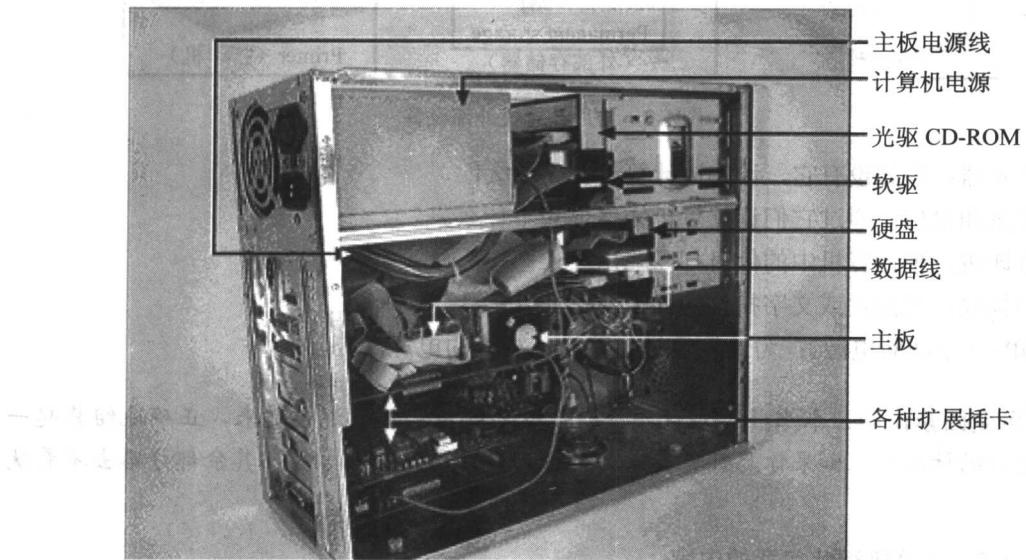

图 1-1 计算机主机结构
(1) 主机(如图 1-1 所示)，一般指计算机机箱内的设备。